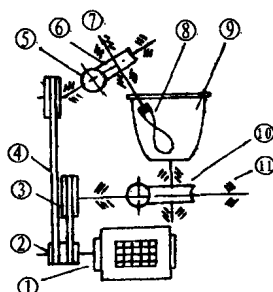

图 1-2 立式和面机原理图
立式和面机:(见图1-2)由电动机①通过三角皮带轮②③④⑤减速后,又经蜗杆⑥蜗轮⑦减速器减速,分别带动搅拌桨⑧和料缸⑨转动,进行搅拌工作。